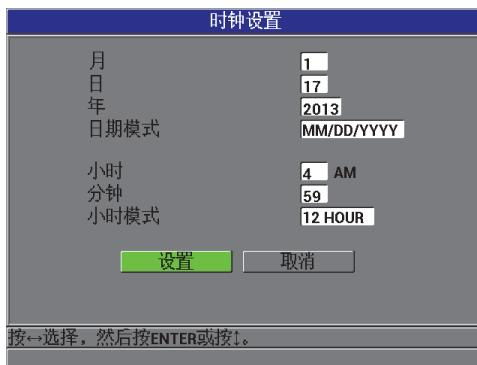

图 3-3 时钟设置屏幕
3. 在**时钟设置屏幕**中（参见第 52 页的图 3-3）：